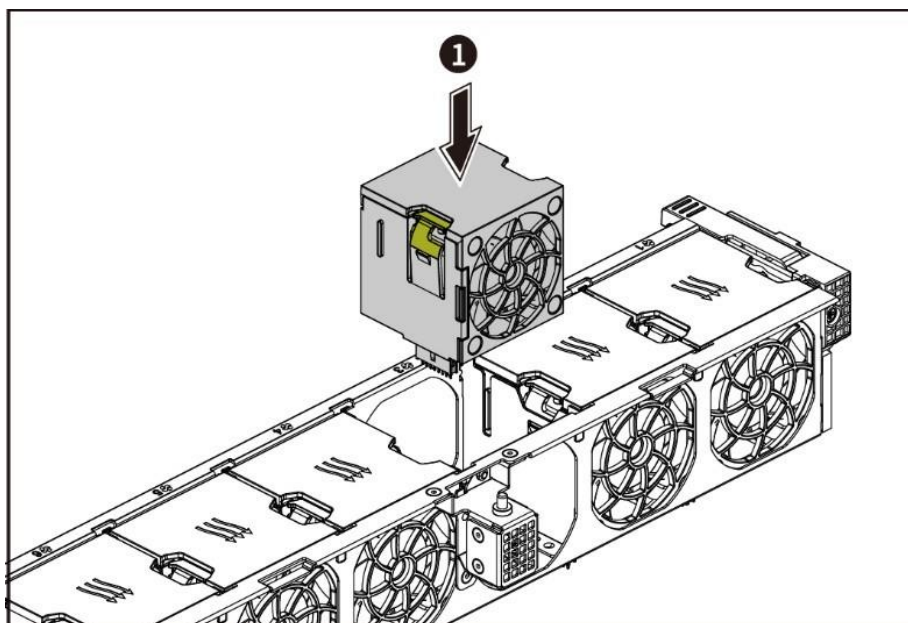

Рисунок 39 – Установка одного вентилятора
- Поместите вентилятор в слот, задвиньте вниз до характерного щелчка (см. рисунок 39).